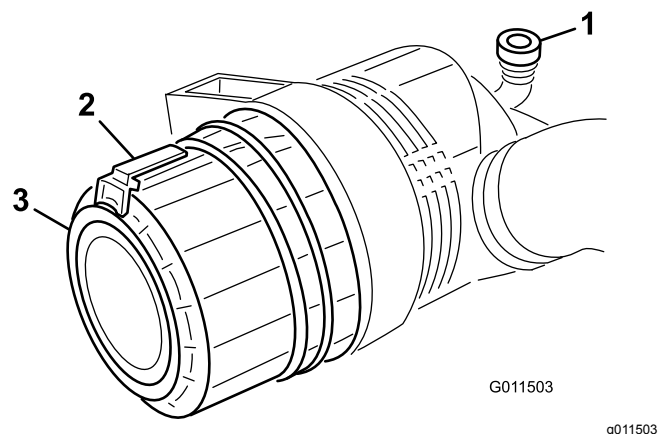

Figura 70
1. Tirate il fermo verso l'esterno e ruotate il coperchio del filtro in senso antiorario (Figura 70).
7. Montate il coperchio con la valvola di uscita in gomma (Figura 70) disposta in giù, in una posizione tra le ore 5 e le ore 7 vista dall'estremità. Fissate il fermo.